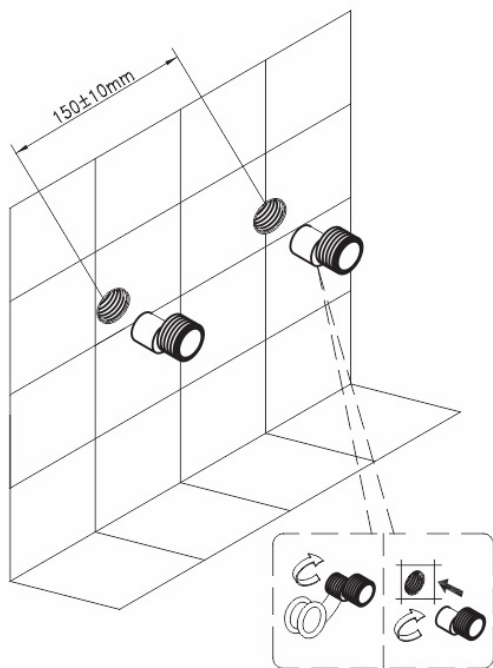

Рисунок 6
3. Вкрутите эксцентрические переходы (1/2" на 3/4") в выходы трубопроводов системы водоснабжения, предварительно уплотнив резьбовую часть изоляционным материалом и обеспечив расстояние 150 мм между осями эксцентриков. При этом положение смесителя должно быть горизонтальным (Рисунок 6).